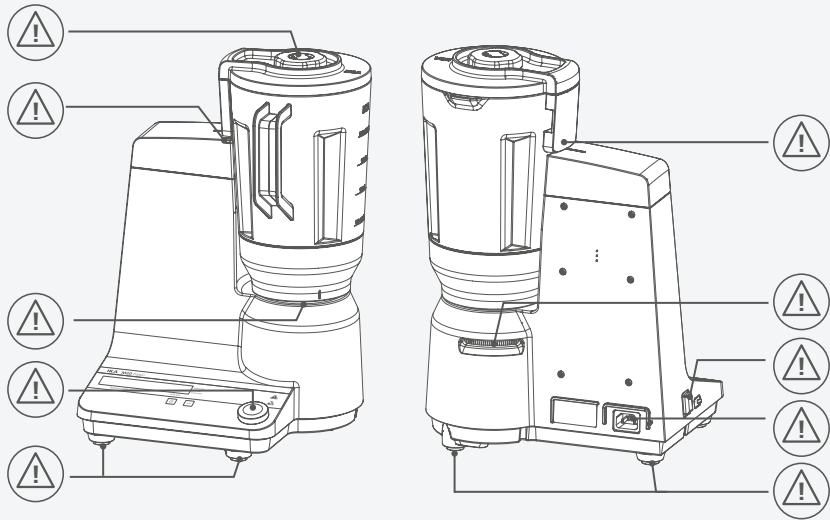
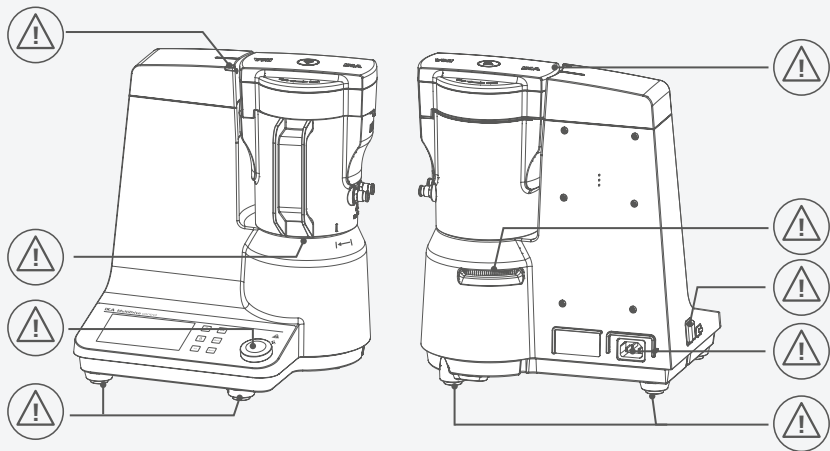

Fig. 1
Fig. 2
- Preste atención a los puntos identificados en la Fig. 1 y Fig. 2.